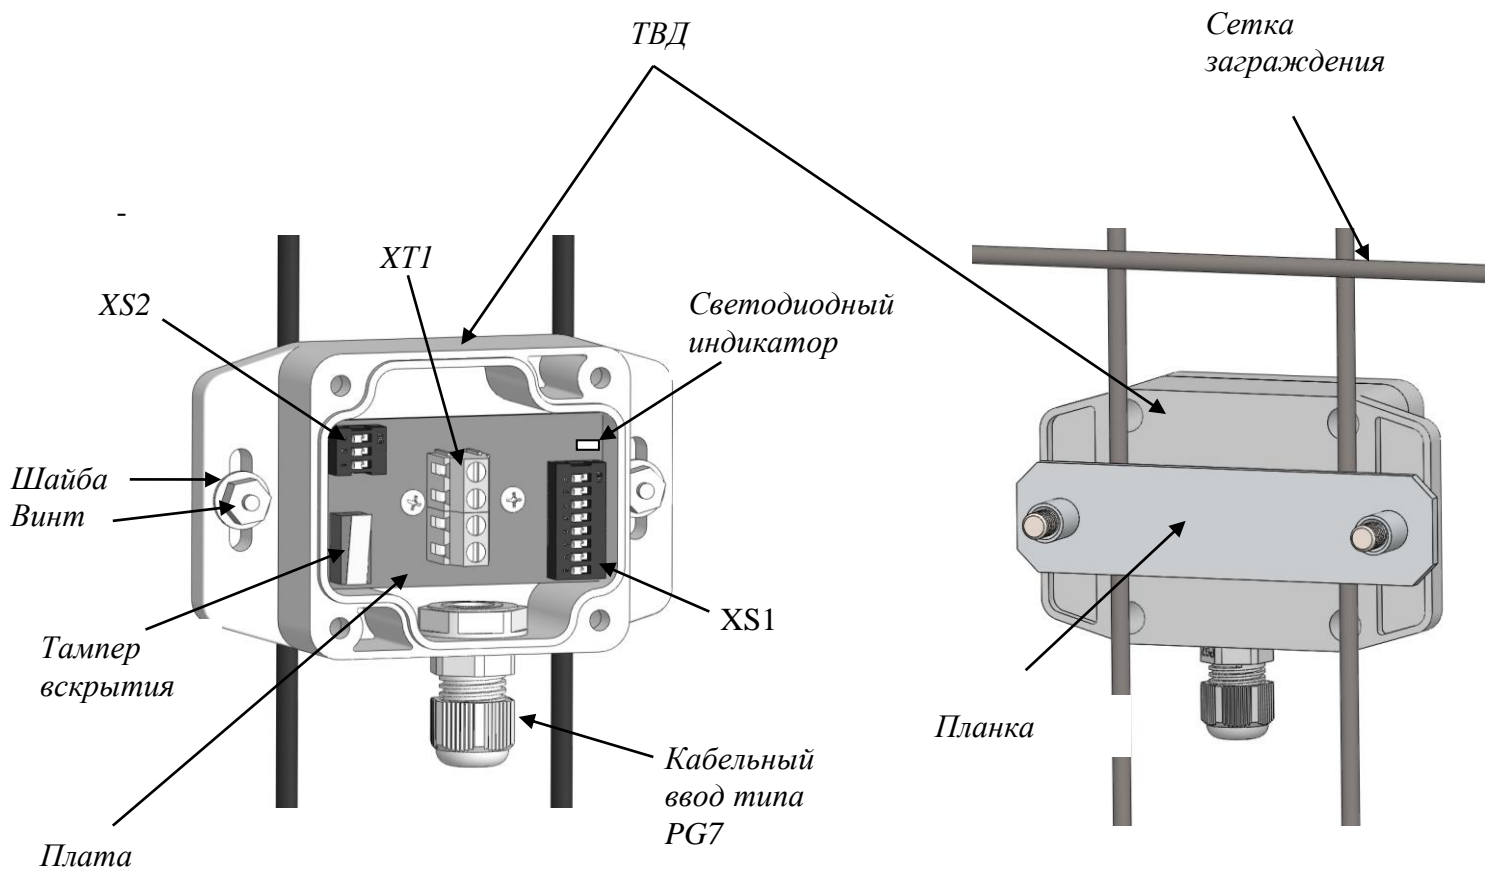

Рисунок 2.2. Внешний вид ТВД.
3.6.2 Адрес ТВД устанавливается с помощью переключателя XS1 на плате ТВД (рис. 2.2.) согласно примерам в таблице 2.4. и приложения «Б».